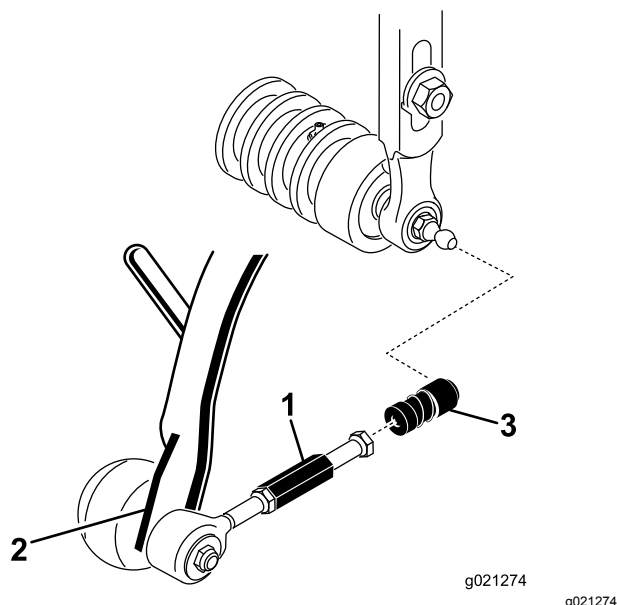

Figura 10
3. Fate scorrere il manicotto su ogni alloggiamento del giunto a sfera e agganciate l'alloggiamento al prigioniero a sfera dell'apparato di taglio (Figura 10).